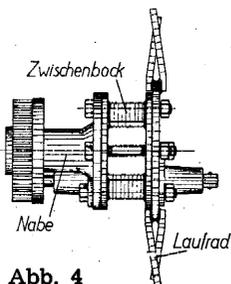

Abb. 4
9. **Spurverbreiterung** (um 140 mm) — ermöglicht ein genaues Fahren der Maschine in Reihenkulturen. Bei Düngerstreuern mit eisenbereiften Holzrädern ist eine Spurverbreiterung durch einseitigen Austausch des Achshalters (12/23) mit Achsschenkel (11/15) nur bei den Typen HDG 1 und 2 möglich. Bei gummbereiften Düngerstreuern erfolgt die Spurverbreiterung durch Anbringen je eines Zwischenbockes zwischen Nabenflansch und Laufrad auf beiden Seiten der Maschine (siehe Abb. 4).